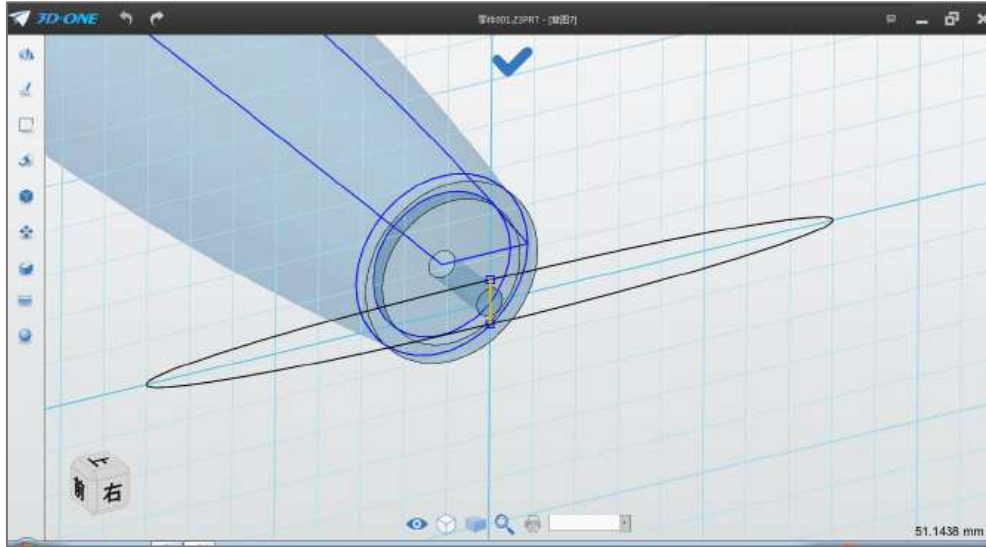

图 2-9
Step 9 点击确定完成椭圆绘制，选择直线命令，以椭圆短轴绘制直线，如下图 2-9 所示：